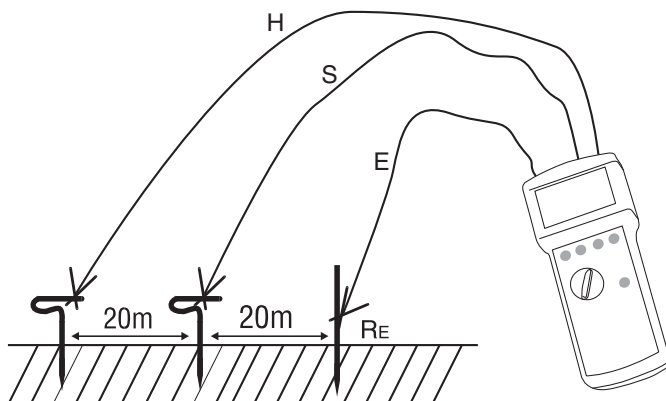

Ilustración 4: Medición con tres polos
- 1) Disponga las varillas de toma a tierra para el electrodo de conexión a tierra auxiliar y la sonda, como se muestra en la ilustración 4. Esta distribución también puede realizarse en forma triangular. La distancia entre la sonda y el conductor de tierra y entre la sonda y el electrodo de conexión a tierra auxiliar debe ser como mínimo de 20 m. Instale los cables con cuidado y compruebe que los cables no estén colocados en paralelo entre sí y no se crucen, para evitar acoplamientos.
- 2) Conecte los cables de medición a las varillas de toma a tierra como se muestra en la ilustración 4.
- 3) Gire el interruptor selector de medición (13) a la posición "3 pol".
- 4) Seleccione la tensión de contacto con la tecla "UL" (11).
- 5) Si lo desea, elija la selección de frecuencia manual con la tecla "auto/man" (16) y la frecuencia de medición con la tecla "f1/f2" (12).
- 6) Pulse la tecla "Start" (14).